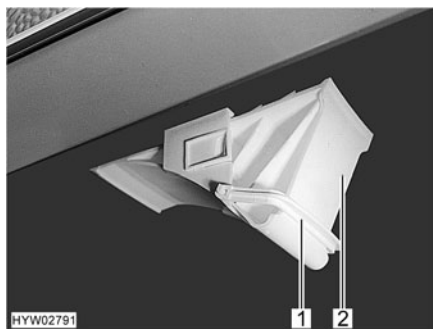

Fig. 16 Cale de roues
- Faire basculer l'étrier de fixation (Fig. 16,1) vers le bas.
- Retirer la cale de roue (Fig. 16,2) de la fixation.